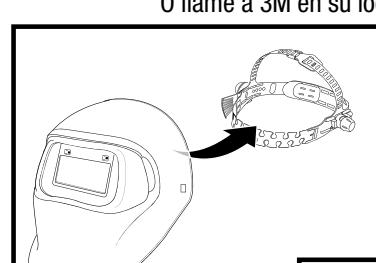

Fig. 1
- Siga las Figs. 1-4 para quitar de manera correcta y reemplazar la Careta para soldadura 3M™ Speedglas™ 100 con el Adaptador de casco 3M™ Speedglas™ 100 (número de parte 07-0014-00NR) como se muestra en las Figs. 1 y 2.